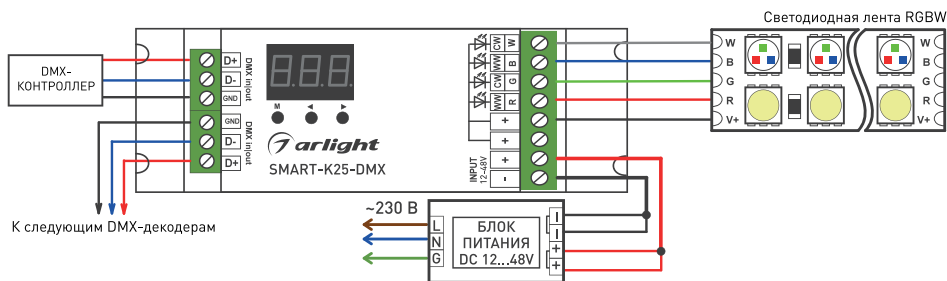

Рис. 1. Общая схема подключения декодера
- Подключите декодер согласно схеме на рис. 1.